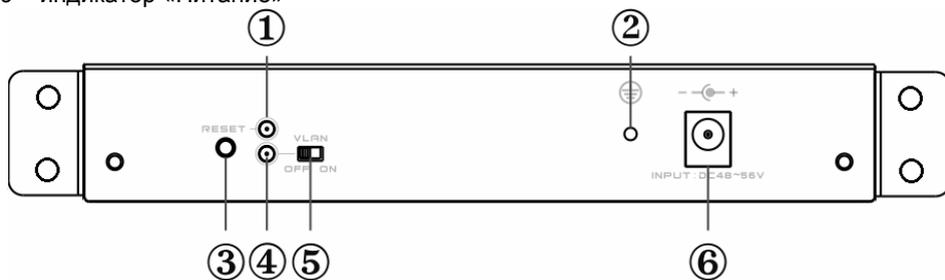

Рисунок 5 – задняя панель коммутатора\*\*
- При необходимости использования режима «VLAN» переведите переключатель «VLAN» во включенное положение. Для доступа к задней панели (см. рисунок 5) необходимо открутить 4 крепежных винта и извлечь коммутатор.